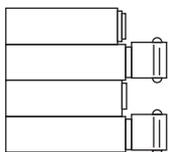

Figura 10
- Los tubos deben ser apilados con las campanas y las espigas alternadas. Cada cama será compuesta por tubos orientados alternadamente, de modo que las campanas sobresalgan completamente de las espigas de los otros tubos (Figura 10).